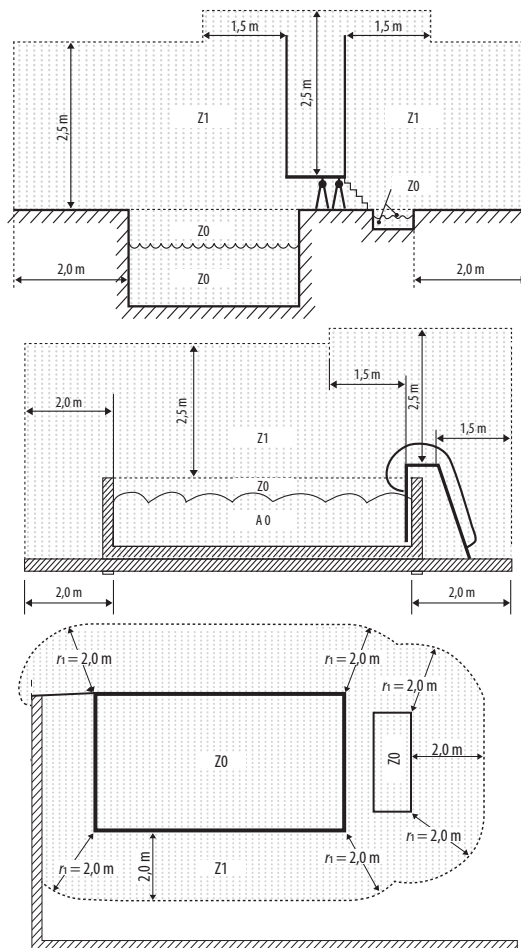

Abbildung 1 - **INSTALLATIONSZONEN** markierte Zonen: Die Pumpe kann hier nicht installiert werden
- Die Pumpe darf nicht in Zone 0 oder Zone 1 installiert werden. Die Diagramme sind in Abbildung 1 - Installationszonen zu sehen.